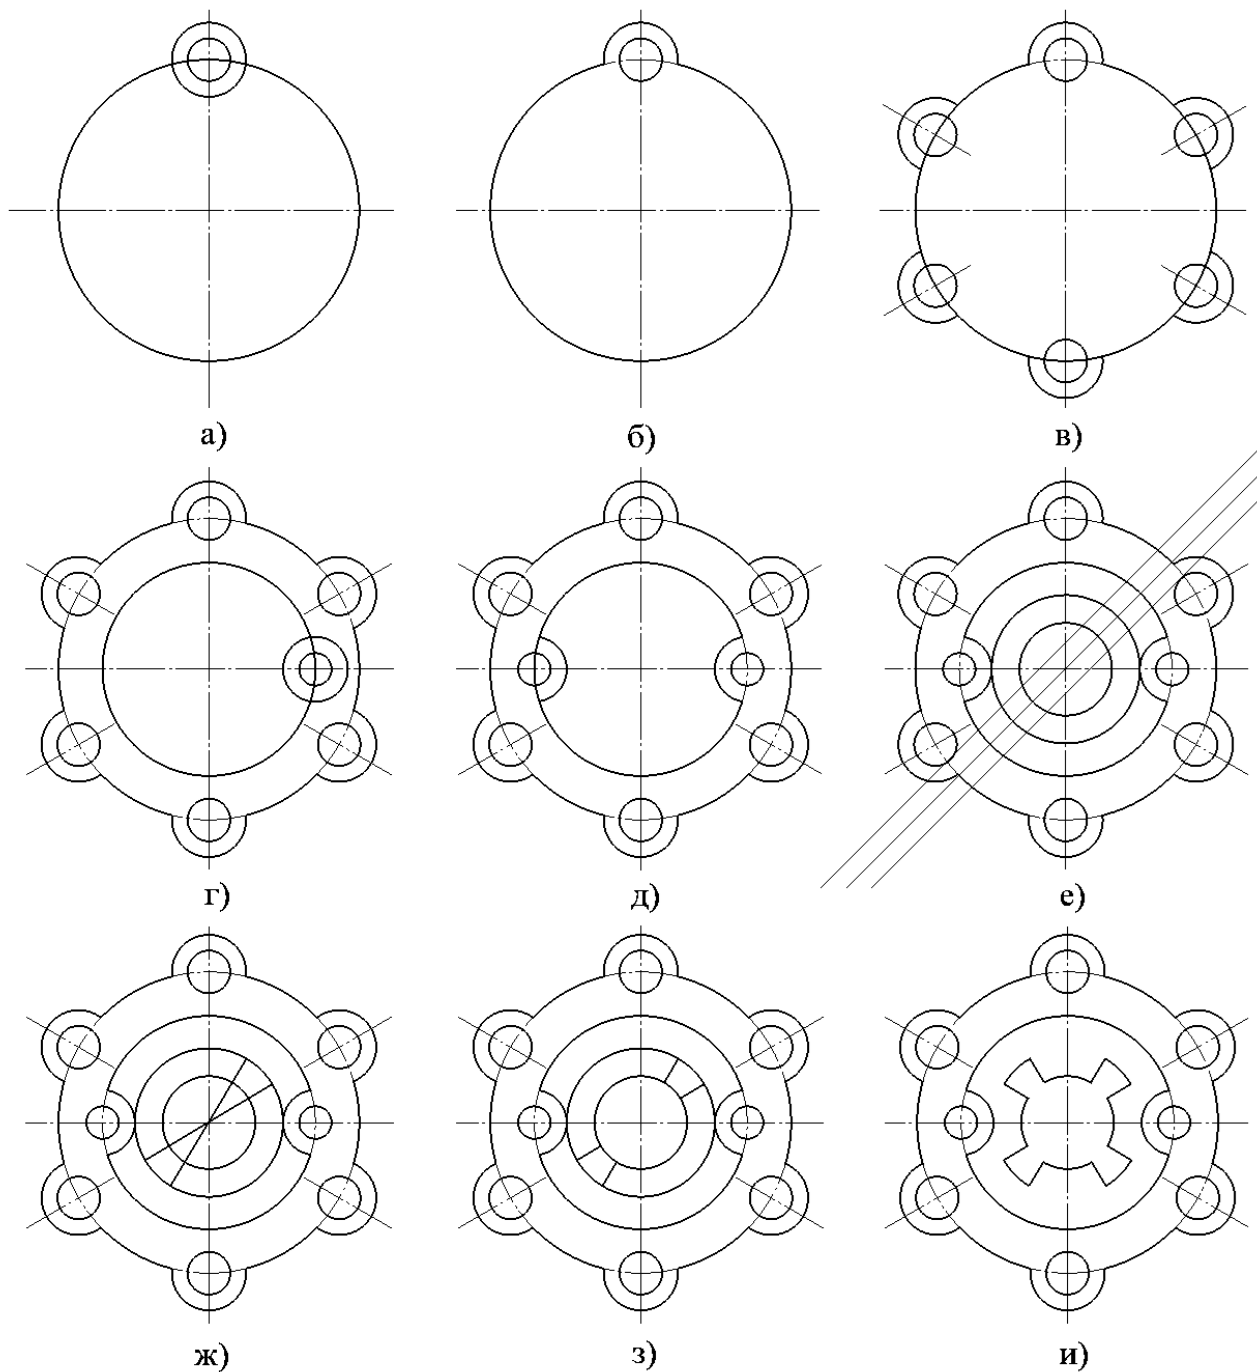

Рисунок 20 – Последовательность выполнения задания
5. Для обрезки лишних линий вызовите команду «Усечь кривую» на инструментальной панели «Редактирование» и укажите обрезаемые части кривых (рисунок 20б).
7. Создайте три окружности диаметром 92 мм, диаметром 14 мм и радиусом 14 мм (рисунок 20г).
10. Через точки пересечения вспомогательных прямых с окружностью диаметром 64 мм, постройте два отрезка, пересекающихся в центре больших окружностей, используя команду «Отрезок» (рисунок 20ж).
Используя команду «Усечь кривую», обрежьте лишние фрагменты отрезков (рисунок 20з).
11. Выделите четыре полученных отрезка и отразите их зеркально относительно вертикальной оси с помощью команды «Правка»  $\Rightarrow$  «Зеркально отразить» (рисунок 20и).